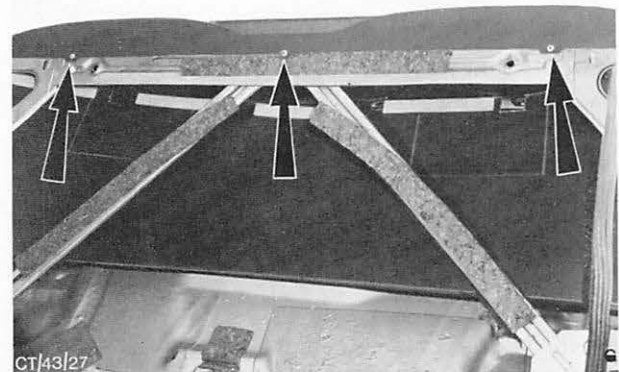

Abb. 33 Lage der Blindnieten zur Befestigung der Hutablage. Die Blindnieten werden nach Ausbau des Hintersitzkissens zugänglich.
3. Blindnieten (3 Stück) an der vorderen Kante der Ablage ausbohren und Ablage ausbauen. Abb. 33.